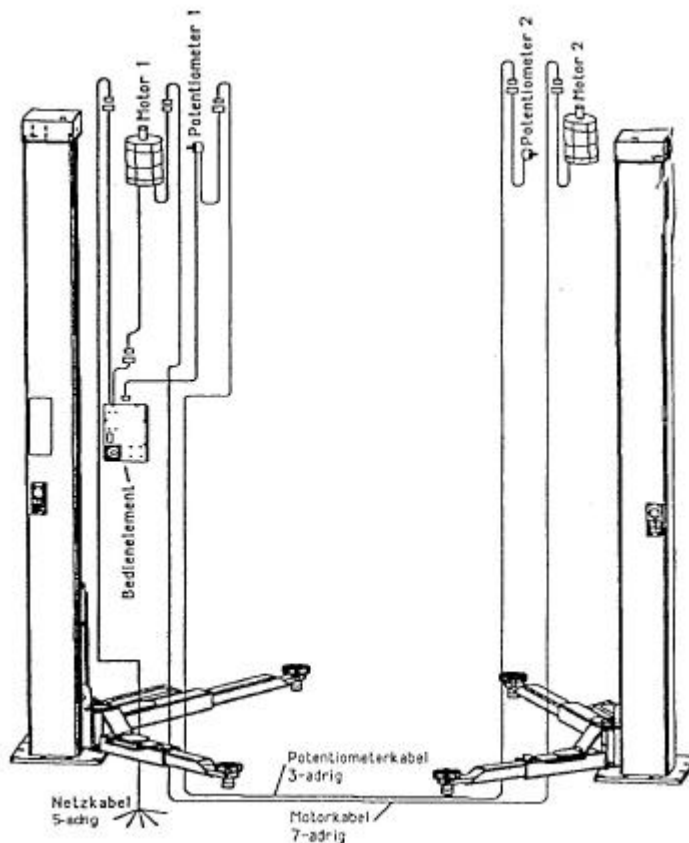

Fig.19 Camino de los cables al no colocar el puente superior
- Conectar los cables según el dibujo (Fig. 19).